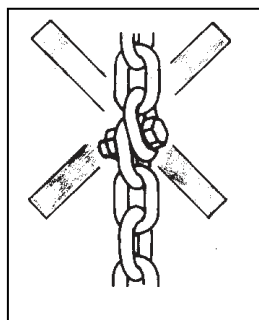

Fig. 7
- Lastekjettingen skal ikke knyttes sammen eller forkortes ved hjelp av bolter/skruer/skrutrekker eller annet utstyr (fig. 7). Ikke utfør reparasjoner på lastekjettinger mens de er montert på taljen.